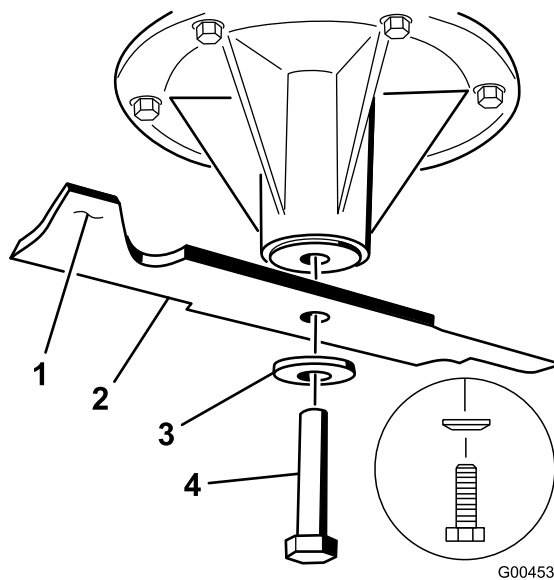

Figura 89
2. Retire del eje el perno de la cuchilla, la arandela curva y la cuchilla (Figura 89).